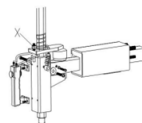

Fig 22
Remarque : Si le bras vertical ne se verrouille pas ou ne respecte pas la distance requise de 2 à 3 mm entre la partie inférieure de la tête de montage/démontage et la jante, veuillez régler la plaque de verrouillage hexagonale, voir Fig. 22, et ajuster (X).